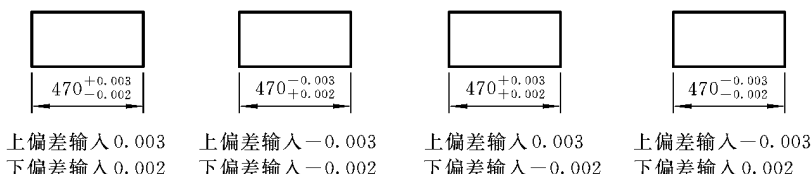
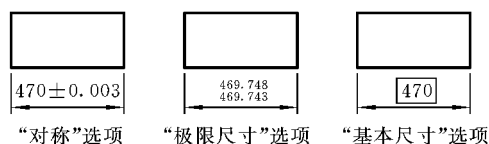

图 6.23 “极限偏差”选项标注结果
图 6.24 “对称、极限尺寸、基本尺寸”选项标注结果
① 方式:下拉列表中有五个选项,分别为无、对称、极限偏差、极限尺寸、基本尺寸。选择“极限偏差”选项时,上偏差、下偏差的正、负号不同,显示结果的差别如图 6.23 所示。其他选项如图 6.24 从左到右分别示出。实际标注时,选定合适的一种方式选项。
② 精度:设置上偏差、下偏差的小数点位数。
③ 上偏差、下偏差:输入上偏差、下偏差数值,正、负号不同,显示结果有差别,如图 6.23 所示。